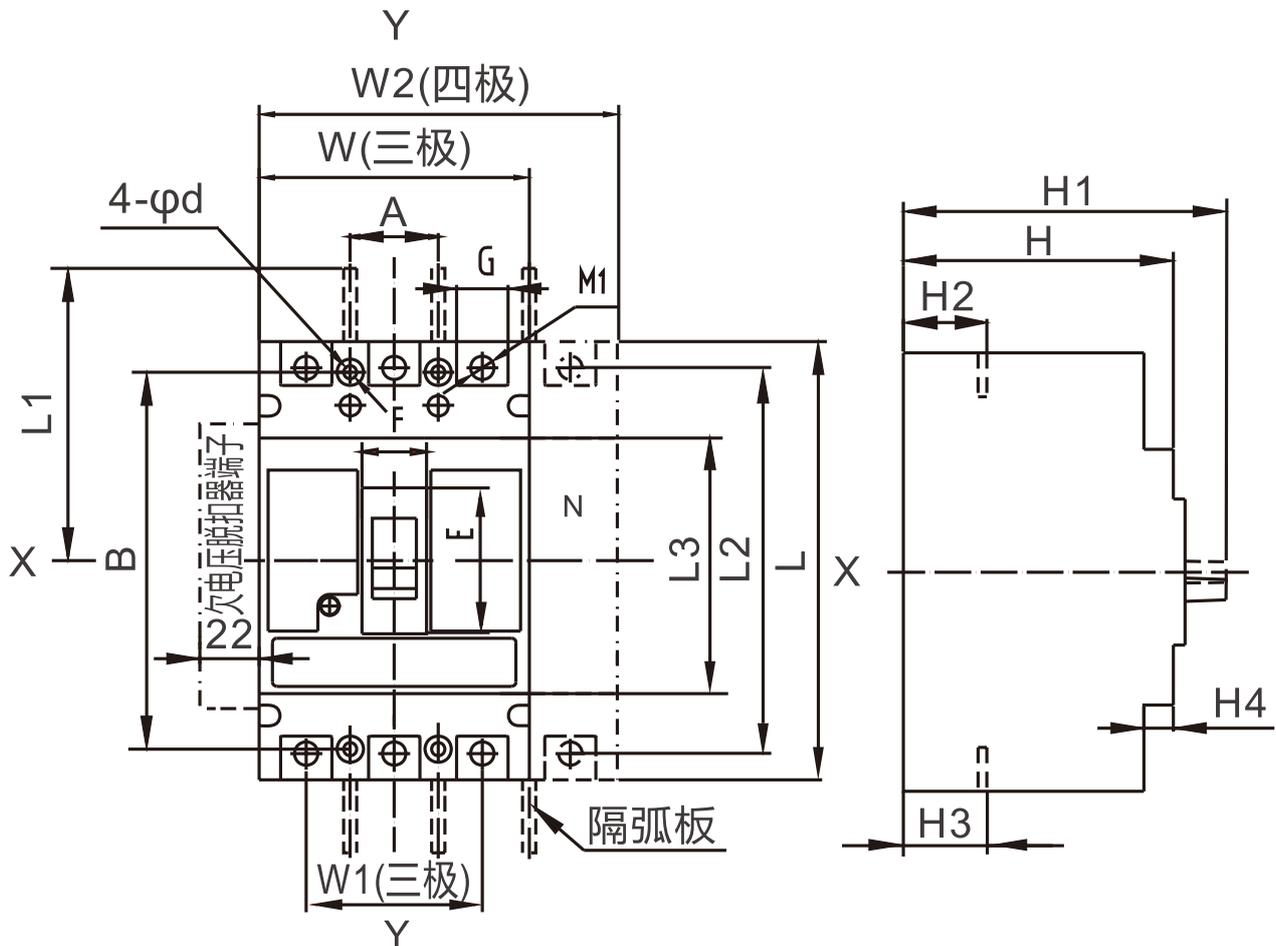

图2 固定式板前接线
(1) 板前接线外形尺寸见图2和表10(X-X、Y-Y为三极断路器中心)